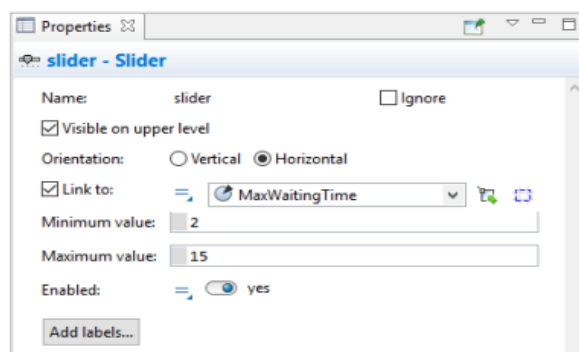

Рисунок 8.12 – Додавання мітки
– нарешті натисніть кнопку «Додати мітки...», щоб відобразити мінімальне, максимальне та поточне значення повзунка під час виконання (під повзунком з'являться текстові форми мінімального та максимального значення) (рис. 8.12).